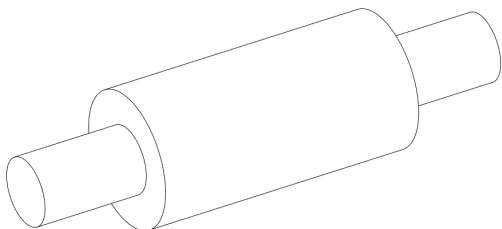

图 4-41 打开素材模型
(1) 单击常用工具栏中的【打开】按钮, 打开一幅素材模型, 如图 4-41 所示。